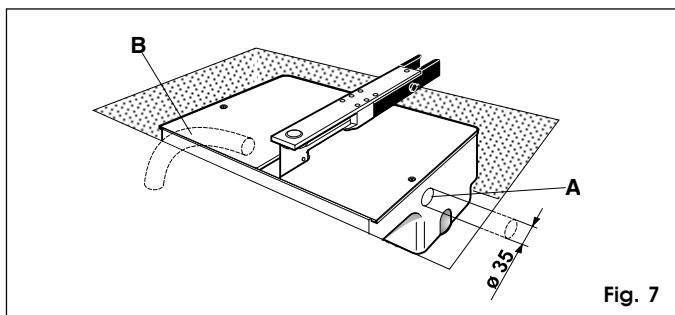

Fig. 7
3) Poser un tube de PVC de 35 mm de diamètre pour le passage d'un câble à 4 conducteurs, pour alimenter la platine électronique de commande (fig. 7 réf.A); D'autre part, il est recommandé de prévoir un tube de drainage pour l'eau pluviale relié à un conduit d'évacuation (fig. 7 réf.B).